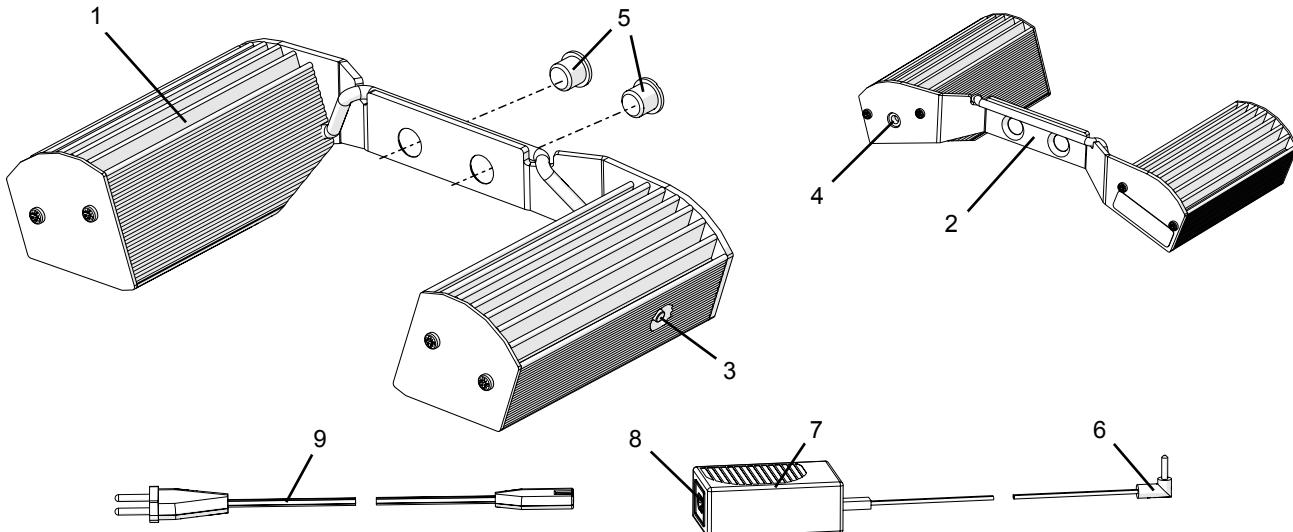

Fig. 1
- ⇒ Introducir el cable de alimentación (9, Fig. 1) en la conexión (8, Fig. 1) de la fuente de alimentación (7, Fig. 1).
Con la tecla de encendido/apagado (3, Fig. 1) se enciende y apaga la luz LED y se commuta a una potencia de luz reducida (atenuada).